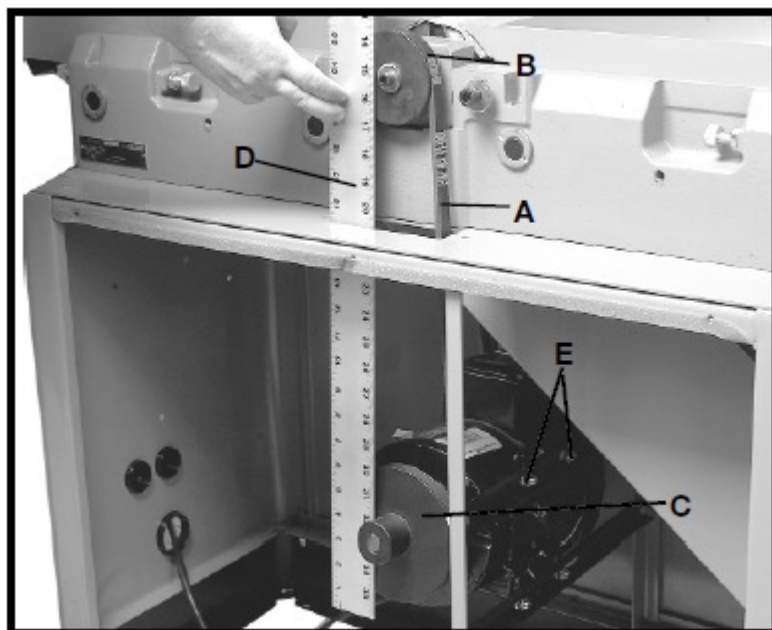

Рис. 8
1. Поместить ремень (А), рис. 8, в канавку шкива режущего вала (В) и шкива двигателя (С).
2. Проверить, чтобы шкив (С) двигателя, рис. 8, был надлежащим образом совмещён со шкивом (В) режущего вала, приложив поверочную линейку (D), рис. 8, к торцам каждого шкива, как показано на рисунке.
3. При необходимости в регулировке шкив двигателя можно перемещать вперёд-назад по валу двигателя, либо двигатель можно смещать, ослабив крепёжные болты, два из которых показаны в поз. (Е), рис. 8. После выполнения регулировки затянуть крепёжные элементы двигателя и установочный винт шкива двигателя.